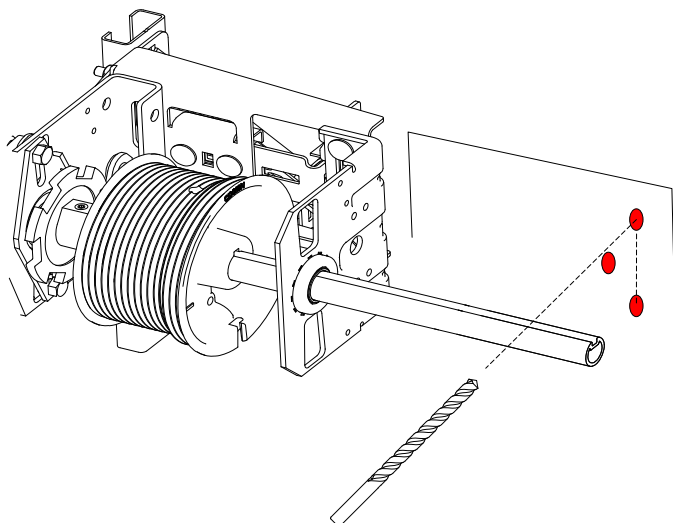

Рисунок 7
5. В соответствии с выбранными крепежными деталями (дюбели, анкерные болты и т.п.) сделайте отверстия в основании для крепления монтажного кронштейна (Рис. 7). При необходимости снимите привод с вала ворот или сместите в сторону.